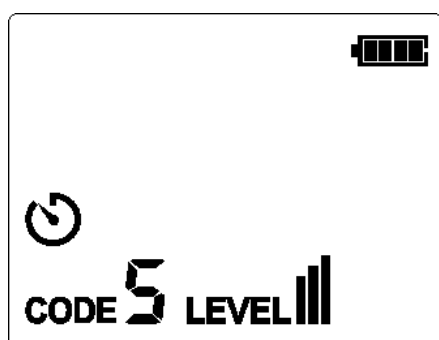

Figura 7.1.2c
3. Para la mayoría de las aplicaciones, la intensidad de transmisión predeterminada es III (código predeterminado: 5). Como se muestra en la Figura 7.1.2c, el nivel que se muestra en la pantalla LCD es III.